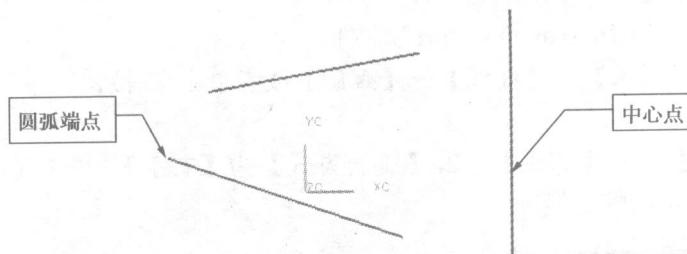
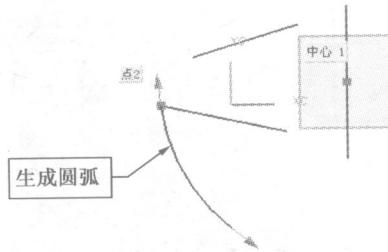

图 1-19 打开文件示意图
图 1-20 生成圆弧示意图
- 打开随书光盘“01/yuanhu2.prt”文件，如图 1-19 所示。
- 单击图 1-19 所示的【中心点】，再单击【圆弧端点】，系统生成如图 1-20 所示的圆弧。